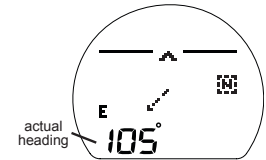
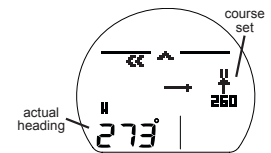

Fig. 81 - NORTH OP MODE
Fig. 82 - REF OP MODE
- >> North (Fig. 81), Reference (Fig. 82), or Reverse Reference (Fig. 83).